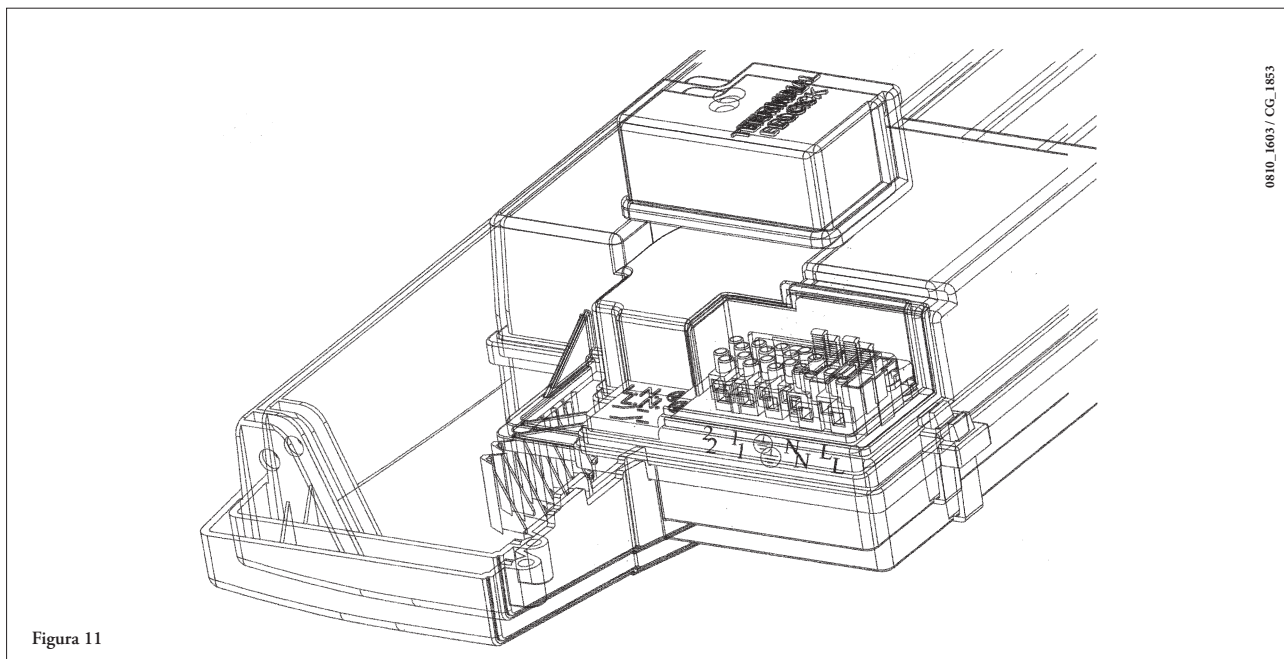

Figura 11
- accesați panoul de borne de alimentare (figura 11) conform descrierii de la capitolul precedent;
- îndepărtați capacul existent pe bornele (1) și (2);